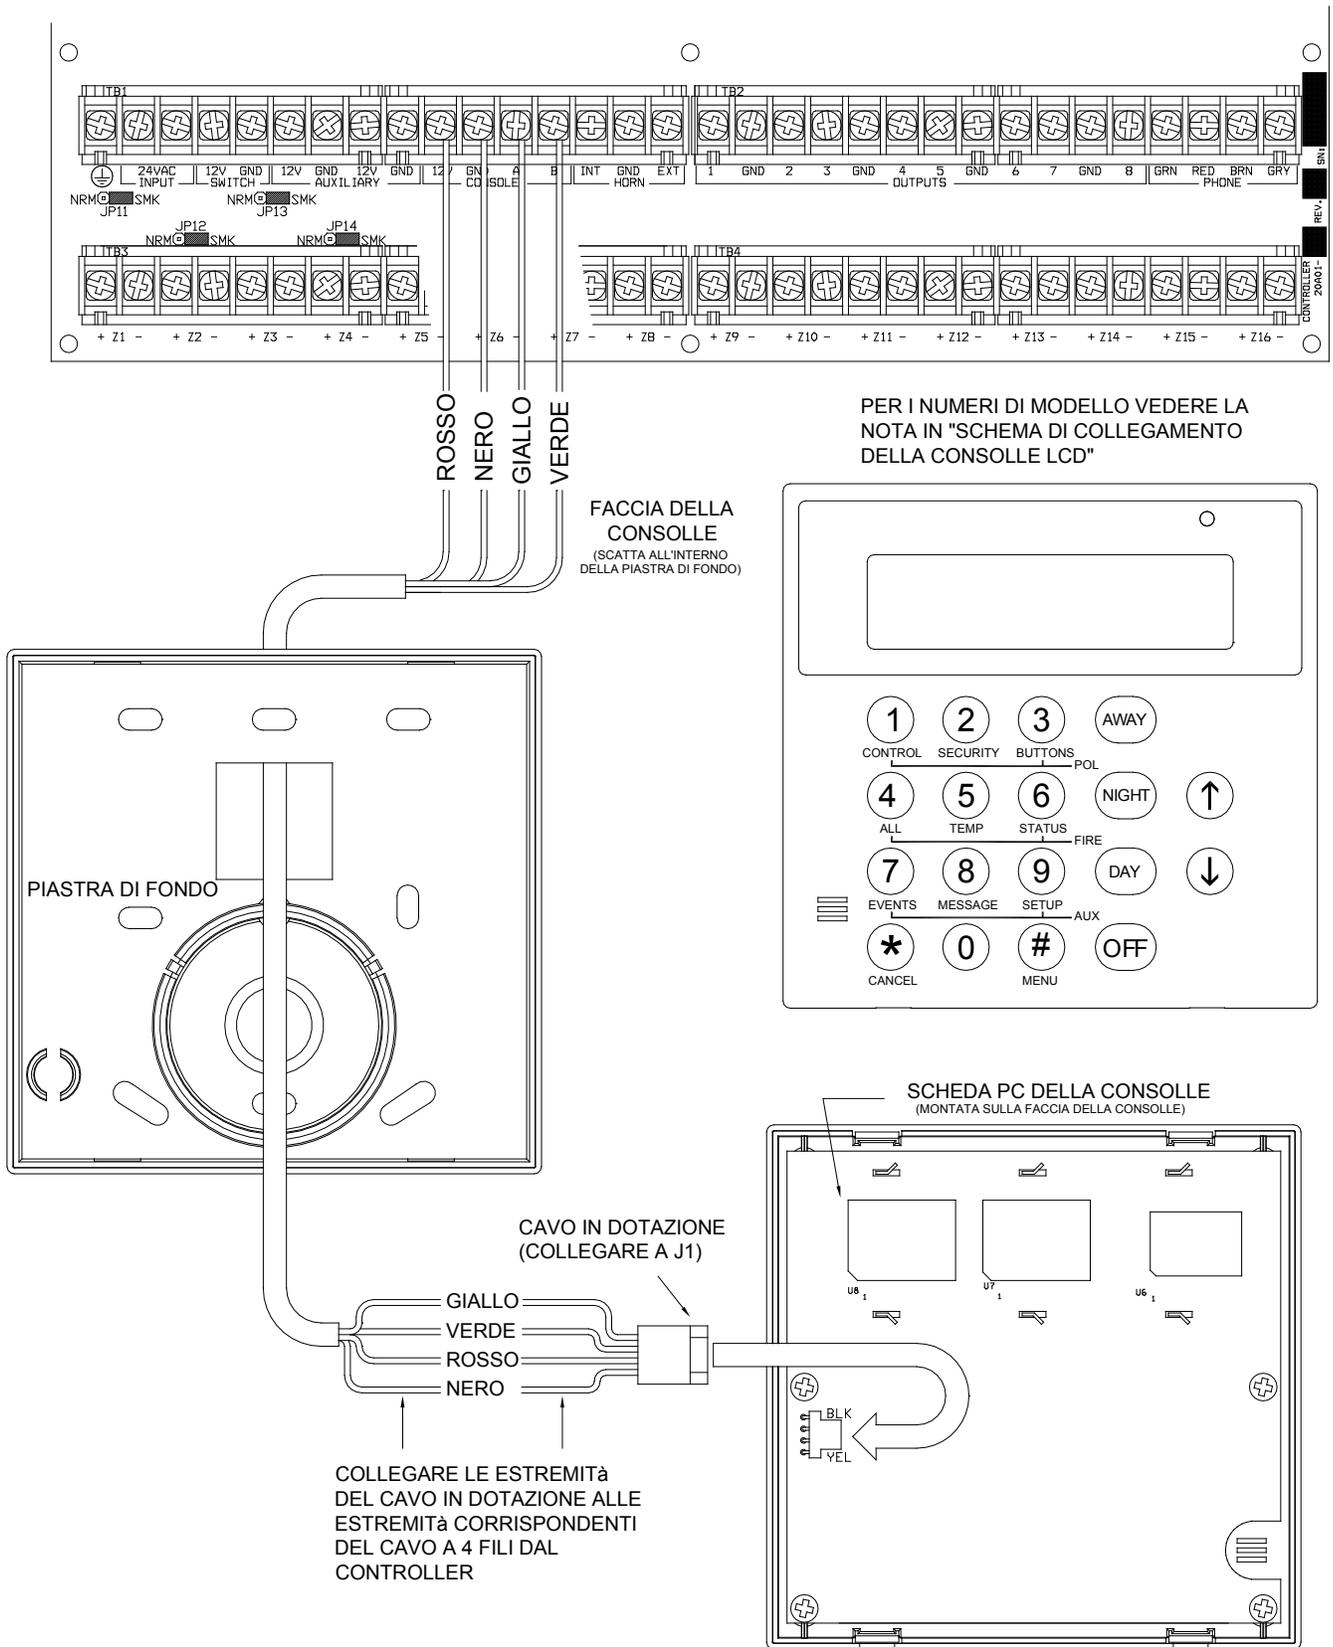

FIGURA 7 – COLLEGAMENTI DELLA CONSOLLE
5. Fare riferimento alla **FIGURA 7 (COLLEGAMENTI DELLA CONSOLLE)** per questa configurazione.